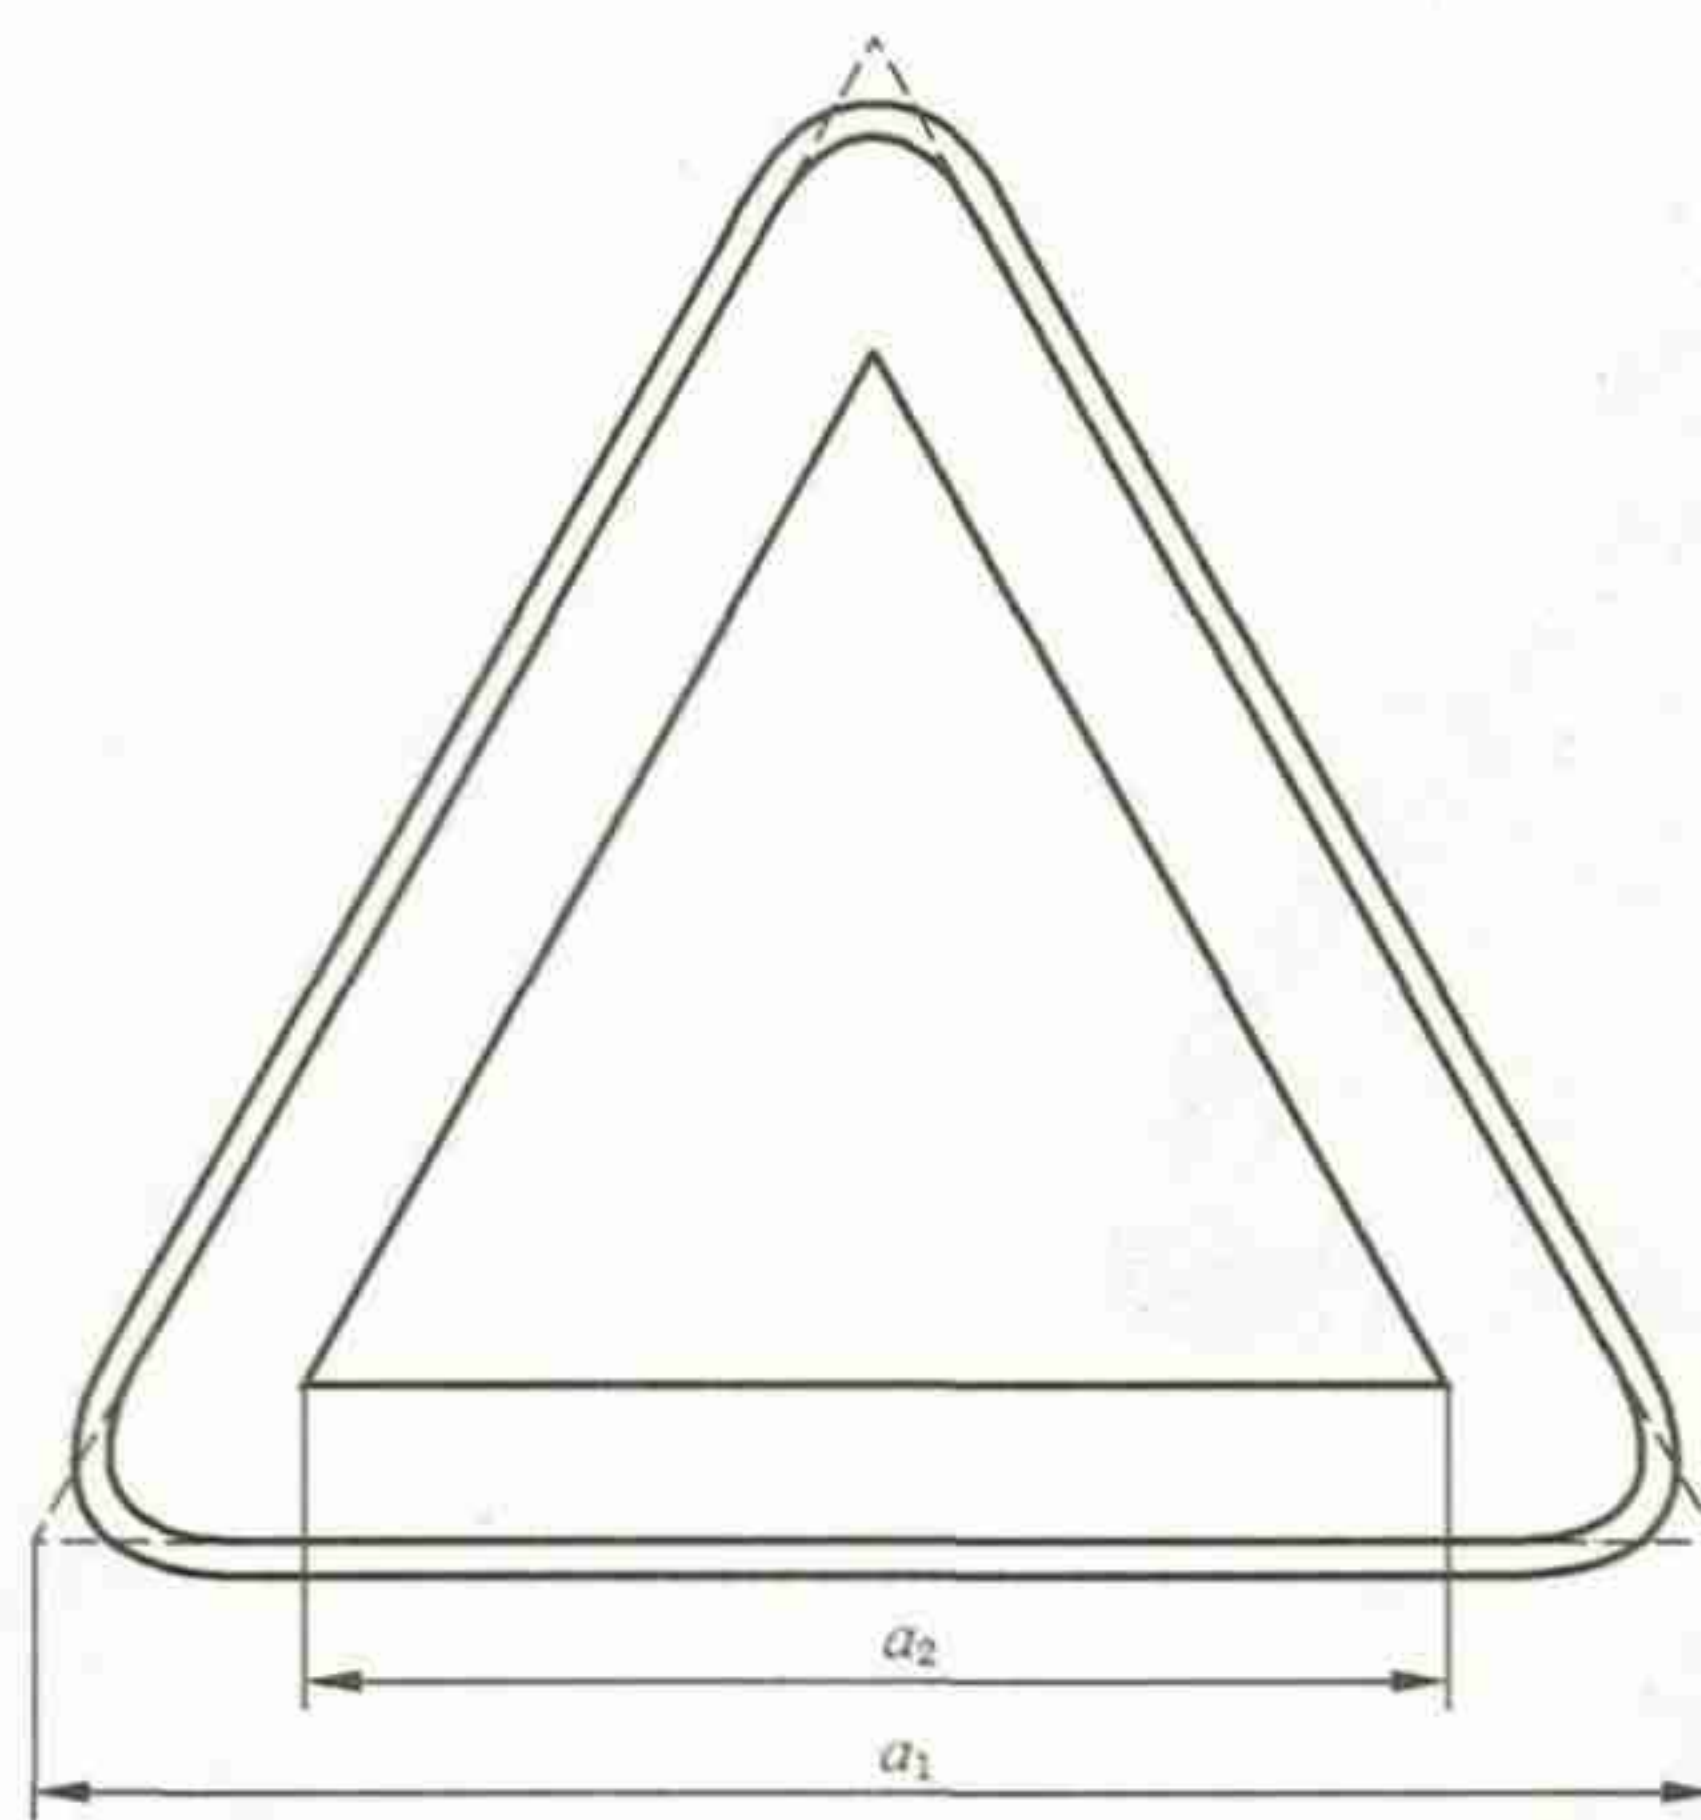

图 2 警告标志的基本型式
4.2.1 警告标志的基本型式是正三角形边框,如图 2 所示: